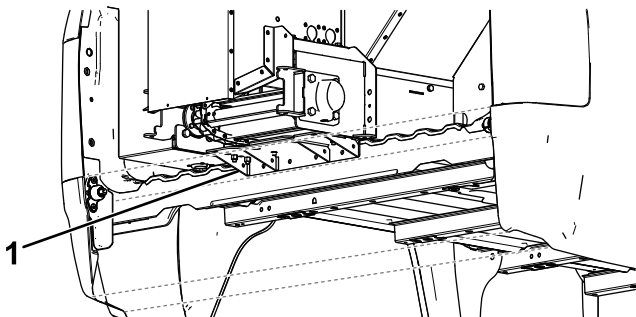

Figura 5
3. Deslice el esparcidor hacia la cabina del vehículo hasta que el tope de deslizamiento toque la plataforma del vehículo (Figura 5).